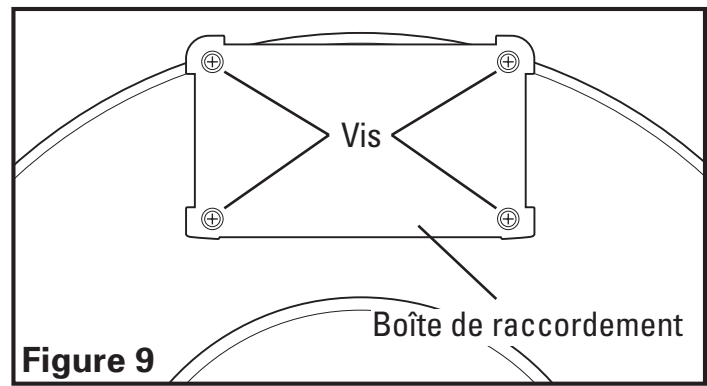

Figure 9
1. Retirez les vis de la plaque du couvercle de la boîte de raccordement située sur le côté du moteur (**Figure 9**).